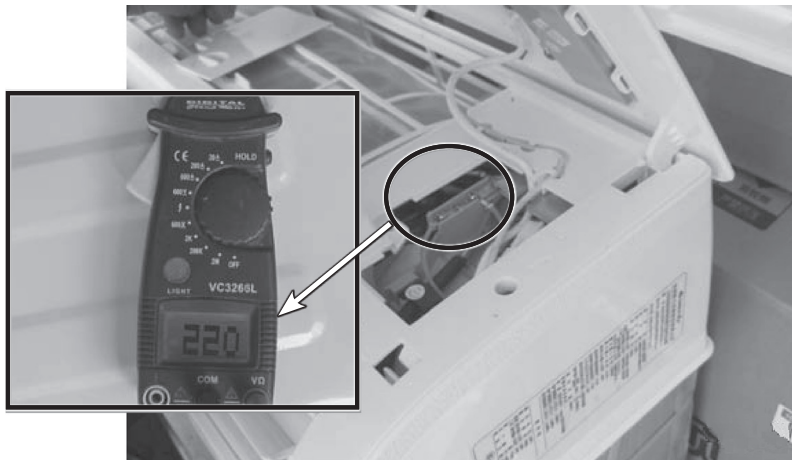

图 6-25 测量室内机 N 线与③、④、⑤线电压
- 2) 在室内机接线端子检测，室内机已向室外机供电，N 线与③、④、⑤线均为交流 220V 电压，如图 6-25 所示。